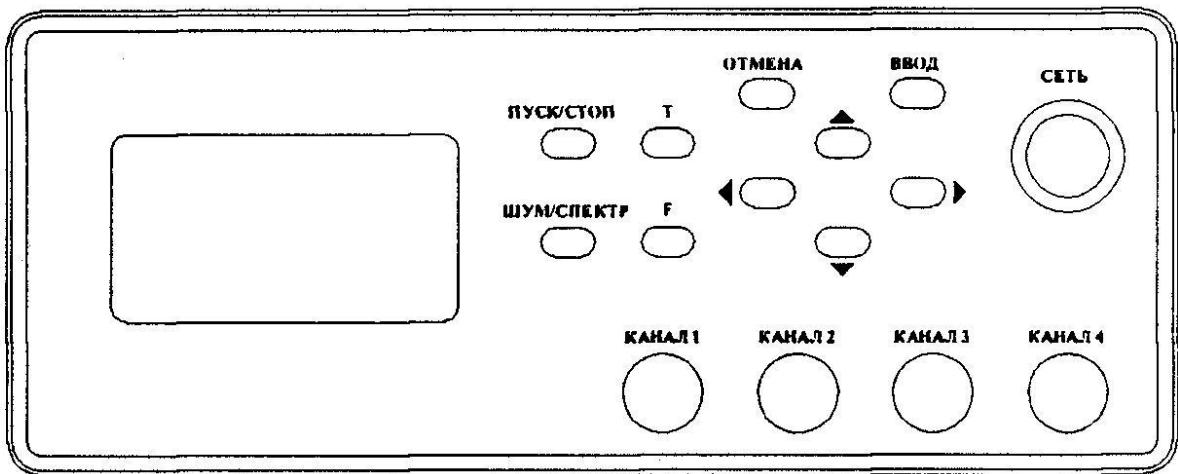

Рис. 1. Лицевая панель
– на лицевой панели основного модуля шумомера-анализатора (рис. 1) расположена клавиатура, состоящая из десяти клавиш управления: "ПУСК/СТОП", "ШУМ/СПЕКТР", "T", "F", "ОТМЕНА", "ВВОД" и клавиши управления курсором " \leftarrow ", " \rightarrow ", " \uparrow ", " \downarrow ";